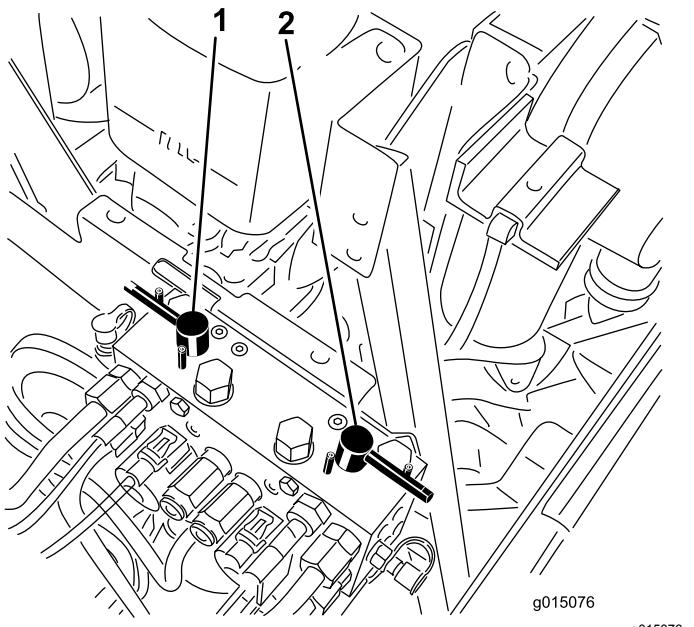

Figura 109
- Seleccione la palanca de autoafilado correspondiente a los molinetes que desea autoafilurar: delanteros, traseros o ambos (Figura 109).